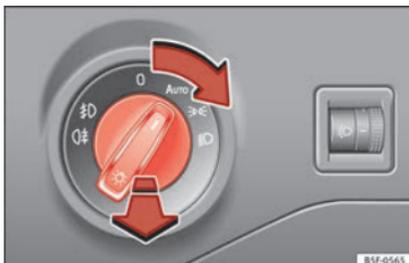

Abb. 36 Instrumententafel: Bedienelement Licht
• Lichtschalter in die gewünschte Position drehen » **Abb. 36**.